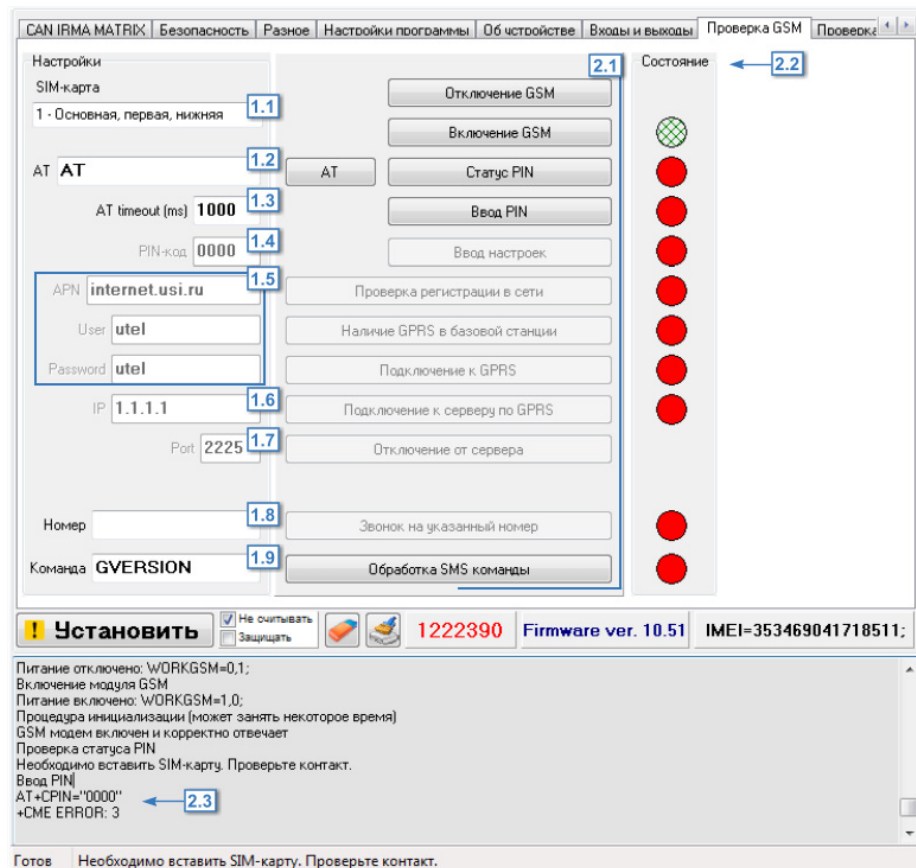

Рис.71. Вкладка Контроль. Проверка GSM.
2. Проверка GSM модема прибора. Перед началом проверки модема необходимо выбрать SIM-карту, с которой будет проверяться модем (Рис.71, п. 1.1).
Для проверки модема нажимайте кнопки с командами (Рис.71, п. 2.1) в порядке их расположения. Обработка каждой команды занимает некоторое время. Состояние обработки команды можно отслеживать при помощи индикаторов состояния (Рис.71, п. 2.2) и в строке состояния (Рис.71, п. 2.3).
14. Выполните звонок на указанный в поле 1.8 (Рис.71) номер (кнопка Звонок на указанный номер). При голосовом вызове светодиод «GSM» горит постоянно.
15. Проверьте работу модема с SMS командами. Введите команду в поле 1.9 (Рис.71) и нажмите кнопку «Обработка SMS команд».